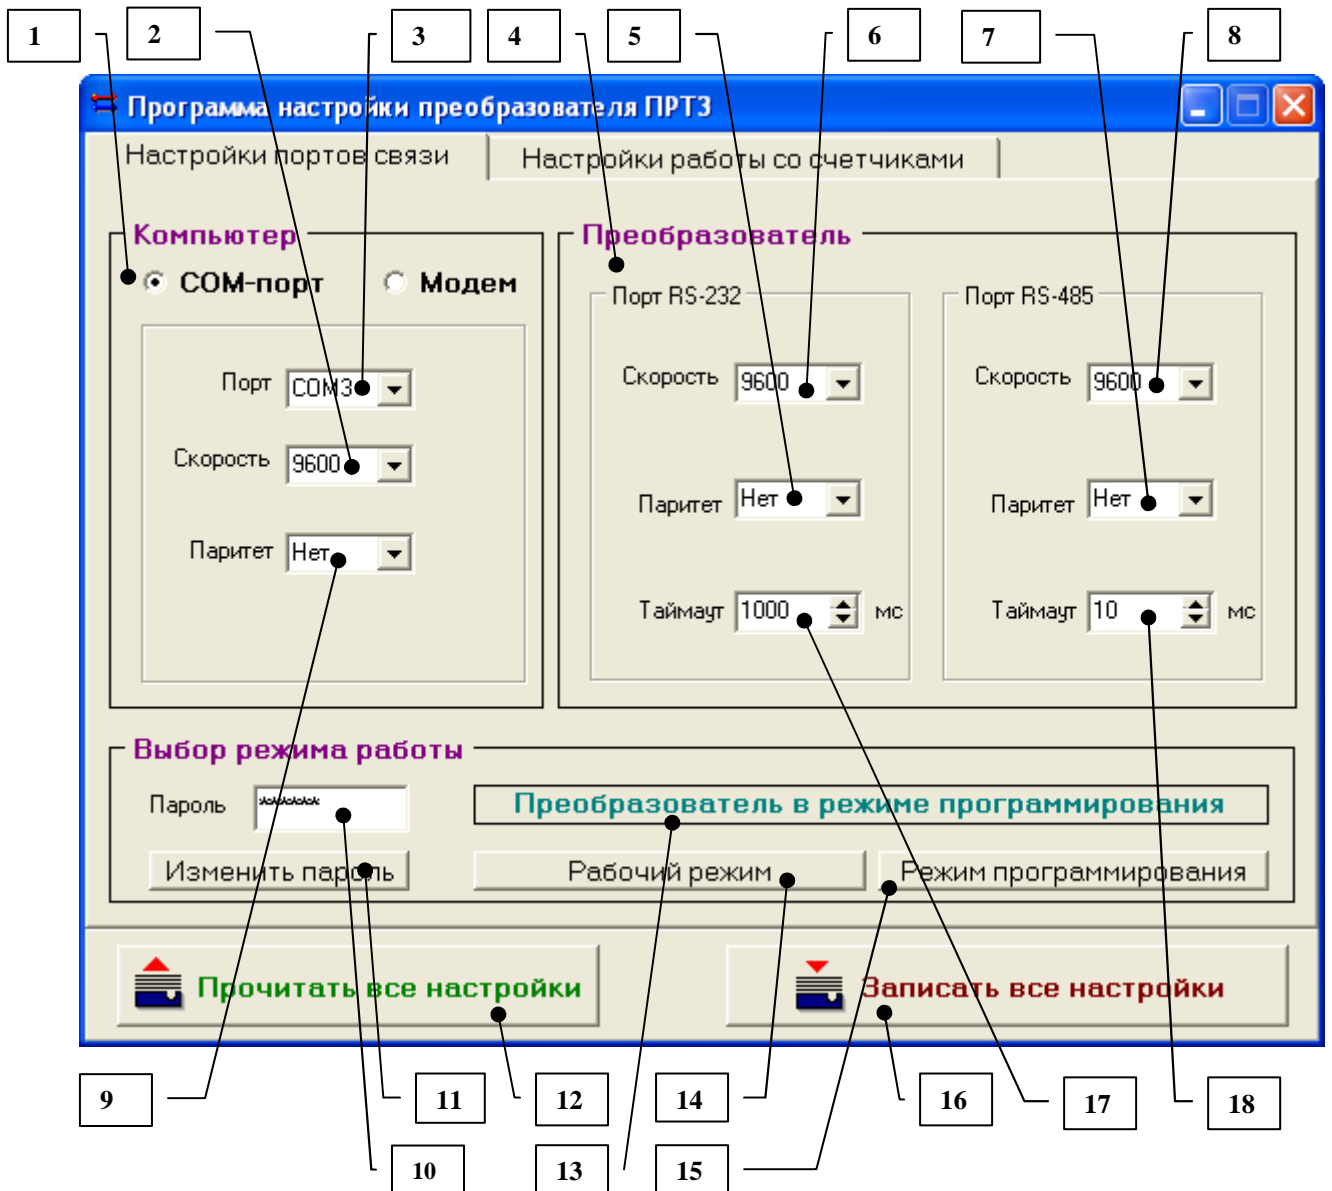

Рис.2. Внешний вид панели “Настройки портов связи”.
1) Выбрать тип преобразователя (рис. 1) . В данном случае необходимо выбрать “ПРТ 3 (счетчик Меркурий 230)” и нажать кнопку “ОК”. В результате в заголовке главного окна программы должна появиться надпись “Программа настройки преобразователя ПРТ3” (рис.2), а в поле (13) мигающее сообщение “Выберите режим работы преобразователя” .
2) Настроить прямую или модемную связь со стороны компьютера (рис.2(1)).
3) Если необходимо, то задать пароль (10) . Он используется при выборе режима работы преобразователя. По умолчанию пароль “000000”.
4) Перевести преобразователь в режим программирования используя кнопку “Режим программирования”(15). В поле (13) должна появиться надпись “Преобразователь в режиме программирования”. На преобразователе должен загореться красный светодиод. Прочитать настройки портов связи и настройки работы со счетчиками из преобразователя с помощью кнопки “Прочитать все настройки” (12).
5) Задать параметры работы портов связи (рис.2) преобразователя (4).
б) Изменить при необходимости пароль. Кнопка “Изменить пароль” (11) активизирует окно “Установка нового пароля” (рис.3). Здесь необходимо ввести новый пароль и повторить ввод для проверки правильности задания пароля. Нажатие на кнопку “ОК” изменяет пароль в преобразователе о чем дополнительно выводится сообщение. В пароле допускаются любые символы клавиатуры. Длина пароля не более шести символов. Новый пароль при успешной установке копируется в поле (рис.2(10)) .
8) Записать настройки портов связи и настройки работы со счетчиками в преобразователь с помощью кнопки “Записать все настройки” (рис.2 (17)). При этом скорость обмена по порту RS-232 компьютера устанавливается равной скорости обмена по порту RS-232 преобразователя .
9) Перевести преобразователь в рабочий режим используя кнопку “Рабочий режим”(рис.2 (15)). В поле (рис.2 (14)) должна появиться надпись “Преобразователь в рабочем режиме”. На преобразователе должен загореться зеленый светодиод.